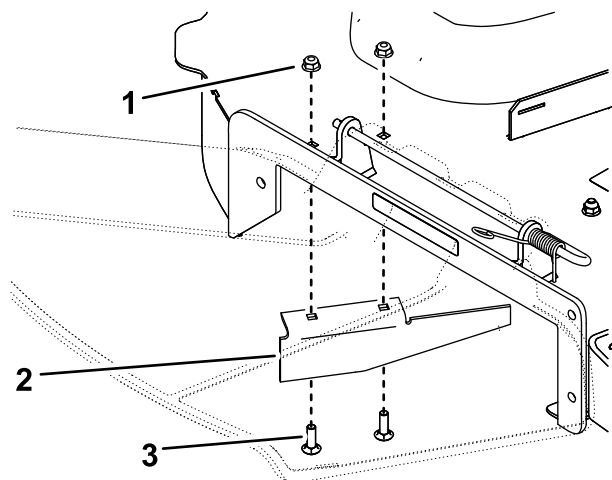

図 8
- 1. 既存の排出バッフルをデッキに固定しているボルト 2本とナット2個を外して排出バッフルを外す 図 8。